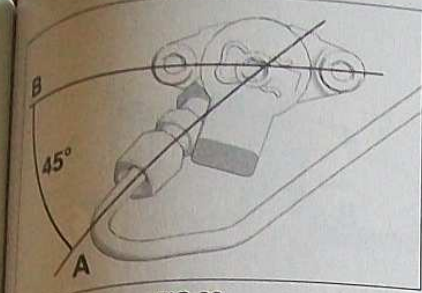

FIG.29
- respecter l'inclinaison de 45° entre (A) et (B) (Fig.29).